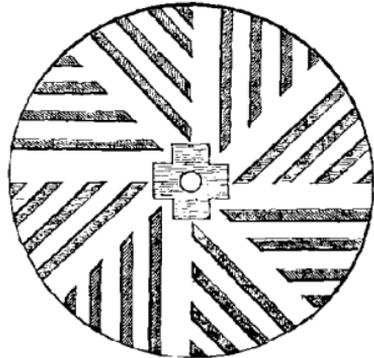

FIG. 84. — Plan de meule.
*rante*. Elle est fixée à un axe de rotation B qui traverse la meule dormante, et repose sur lui par l'intermédiaire d'une pièce de fer A, nommée *anille*, placée dans un trou pratiqué à son centre. L'anille n'intercepte qu'en partie l'ouverture centrale de la meule courante. L'intervalle compris entre l'axe B et les parois du trou central de la meule dormante M' se trouve rempli par des morceaux de drap. Les faces en regard des meules ne sont pas planes; elles sont munies de rainures peu profondes dirigées du centre à la circonférence, comme l'indique la figure 84.